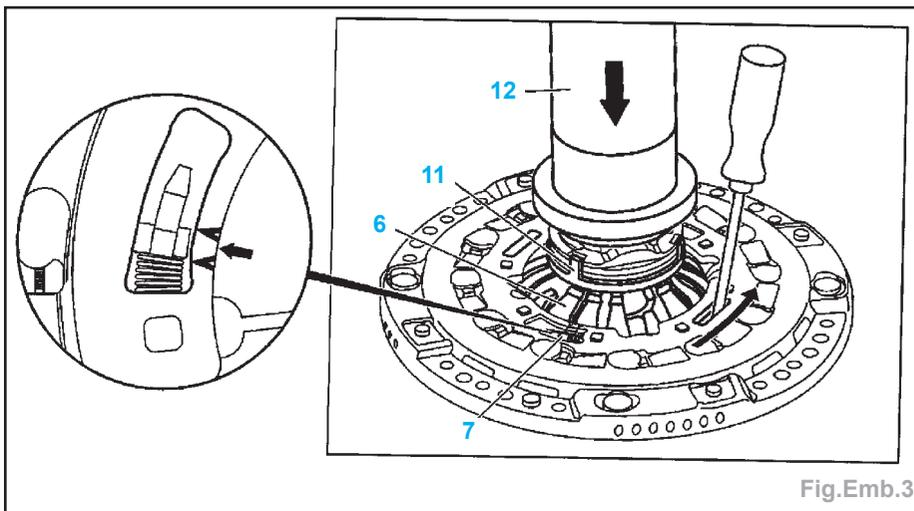

Fig.Emb.3
- Poser un outil approprié (par exemple une semelle d'appui usagée (11) de commande d'embrayage) sur le diaphragme (6) (Fig.Emb.3).
- Appuyer avec précaution avec une presse (12) sur le ressort à diaphragme (6) jusqu'à ce que la bague de rattrapage (7) se libère. Maintenir la pression.
- Avec un tournevis introduit dans l'une des ouvertures longitudinales, tourner la bague de rattrapage (7) dans le sens contraire des aiguilles d'une montre (flèche) jusqu'au repère.
- Maintenir la bague de rattrapage (7) dans cette position et détendre le ressort de diaphragme (6).